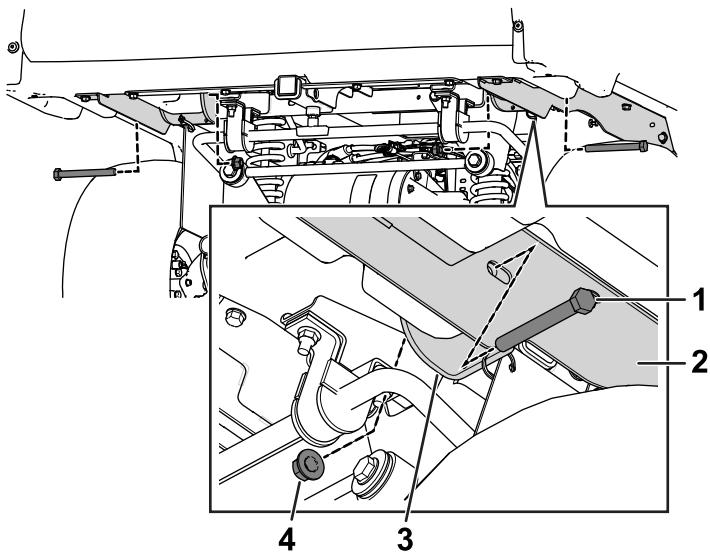

Рисунок 6
7. Осторожно опускайте грузовой кузов до тех пор, пока отверстия в кронштейнах поворота не совпадут с монтажными отверстиями в опорах грузового кузова (Рисунок 6).
- Используйте 2 болта (1/2 x 4½ дюйма) и 2 фланцевые гайки, чтобы прикрепить правую и левую опоры грузового кузова к кронштейнам поворота (Рисунок 6).